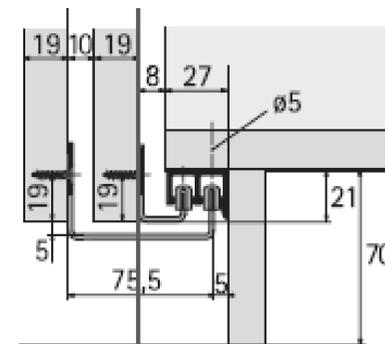

Рис.6
6. Установите нижнюю направляющую на деталь 6 с помощью шурупов 3,5х16 (Рис. 6).